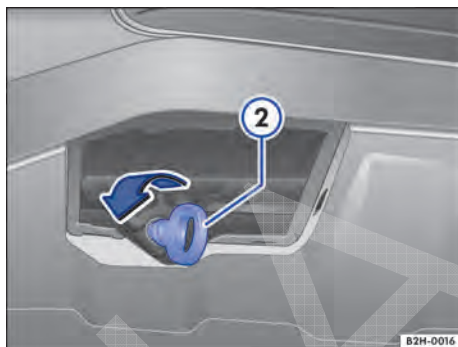

Fig. 184 No para-choque dianteiro à direita: rosquear a argola de reboque.
- Girar a argola de reboque ⇒ **Fig. 184**  tão firmemente quanto possível **para a esquerda** no alojamento ⇒ . Utilizar um objeto apropriado com o qual a argola de reboque possa ser rosqueada totalmente e com firmeza no alojamento.